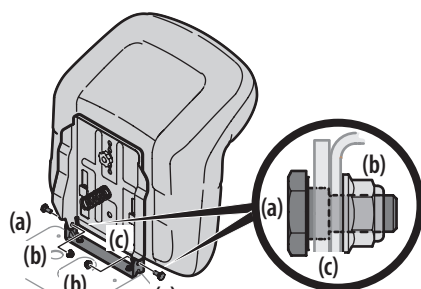

Figure 9
6. Fixez l'ensemble du siège avec les deux boulons à épaulement (a) et les contre-écrous (b) retirés précédemment. Voir la Figure 9.
REMARQUE : Assurez-vous que l'épaulement du boulon est entièrement encastré dans le support du siège avant de serrer le contre-écrou. Voir la Figure 9.